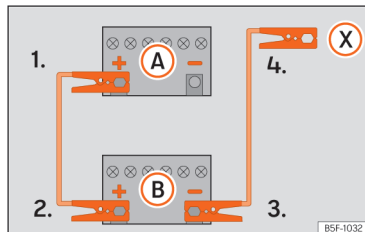

Fig. 9 Esquema de connexió per a vehicles sense sistema Start-Stop.
2. Emborneu un extrem del cable *vermell* d'emergència al pol positiu (+) del vehicle amb la bateria descarregada (A).
3. Emborneu l'altre extrem del cable *vermell* d'emergència al pol positiu (+) del vehicle que subministra el corrent (B).
4. *Vehicles sense sistema Start-Stop*: emborneu un extrem del cable *negre* d'emergència al pol negatiu (-) del vehicle que subministra el corrent (B) »» fig. 9.